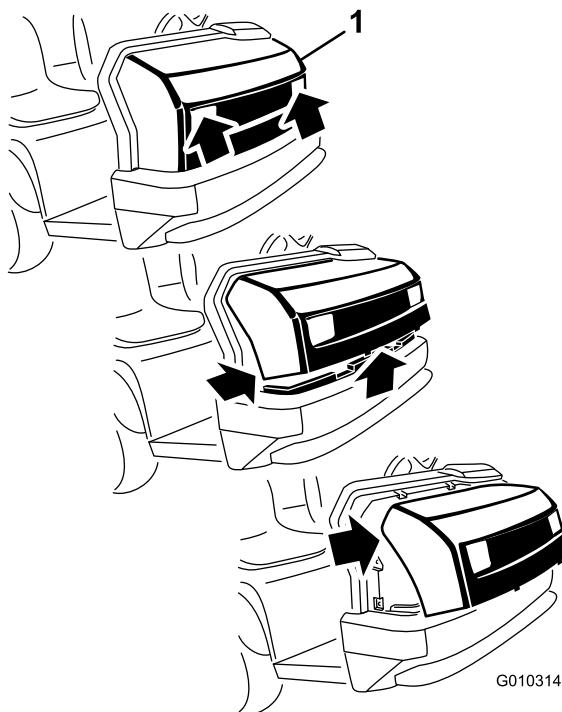

Figure 38
1. Saisissez le capot par les ouvertures des phares et soulevez-le pour dégager les pattes de fixation inférieures des fentes du cadre (Figure 38).
2. Pivotez le bas du capot vers le haut jusqu'à ce que vous puissiez dégager les pattes de fixation supérieures des fentes du cadre (Figure 38).
3. Pivotez le haut du capot en avant et débranchez les connecteurs des fils qui sont reliés aux phares (Figure 38).